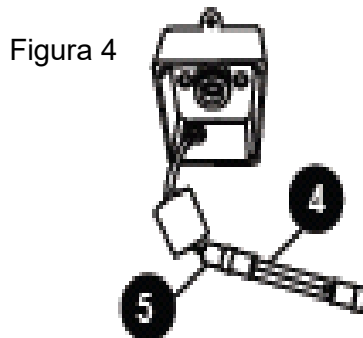

Figura 4
6. Remova lentamente a lâmpada UV (4) para fora do tubo de quartzo
7. Remova o soquete (5) da lâmpada UV (4), Figura 4.